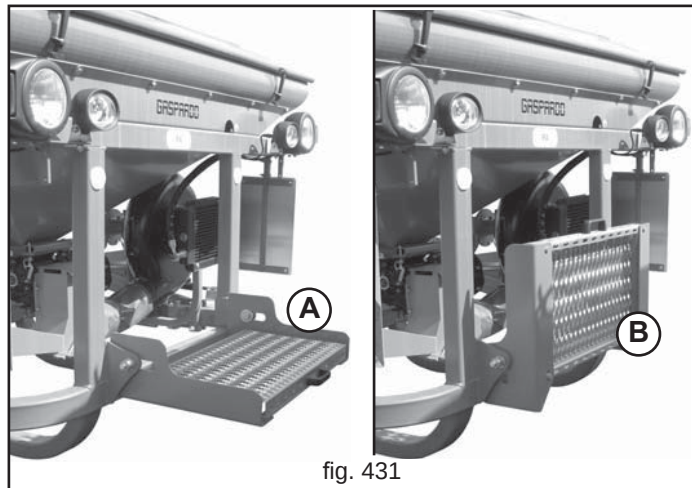

fig. 431
Dans le cas de chargement manuel, utiliser le marchepied (A, Fig. 431) pour accéder à la trémie de l'équipement.
Replier toujours le marchepied comme indiqué à la Figure 431 (B) aussi bien pendant le travail que pendant le transport sur route.